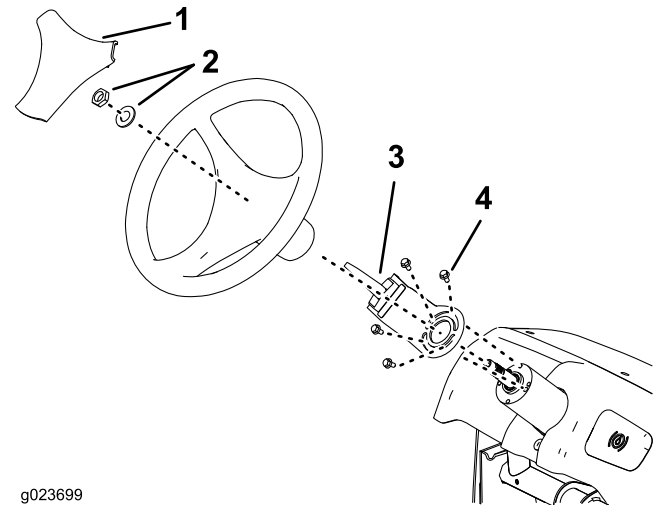

Figure 3
2. Déposez la plaque de protection du volant, déposez les fixations du volant et détachez le volant de la colonne (Figure 3).
3. Montez le support des interrupteurs sur la colonne de direction et fixez-le au moyen des 4 boulons (Figure 3).
Interrupteur à palette du traceur – active le compresseur, ce qui génère un flux de mousse et d'air vers le segment de rampe gauche ou droit (Figure 3).